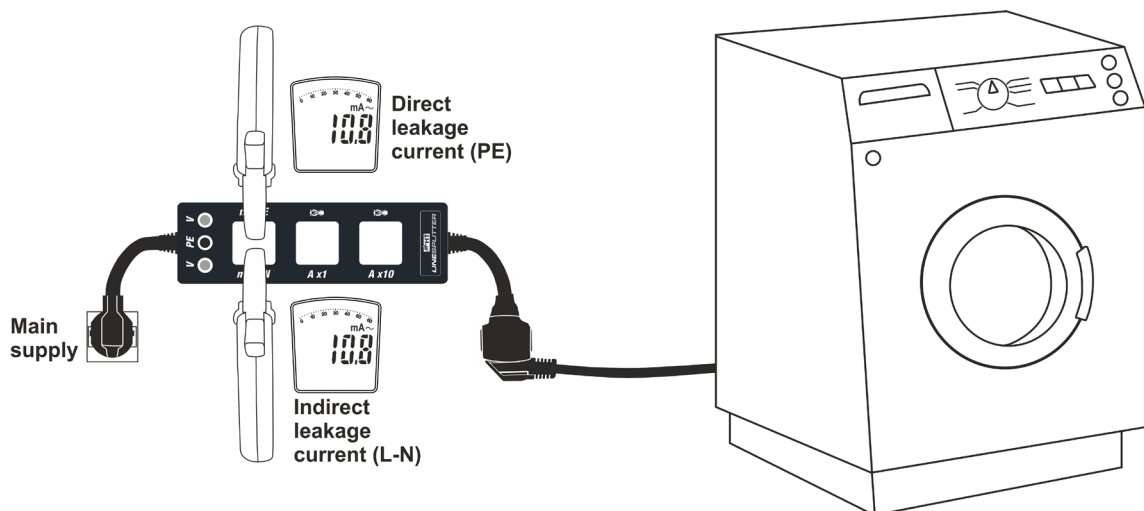

Abb. 3: Verwendung des Messgerätes für die Fehlerstrommessung
4. Lesen Sie in der Anzeige der Stromzange den angezeigten Messwert Schutzleitstrom (**mA PE**) bzw. den Differenzstrom (**mA L-N**) ab (siehe Abb. 3)